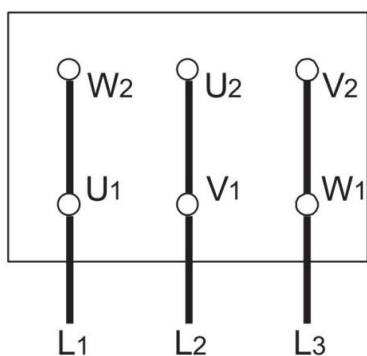
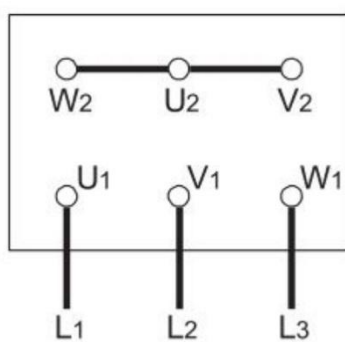
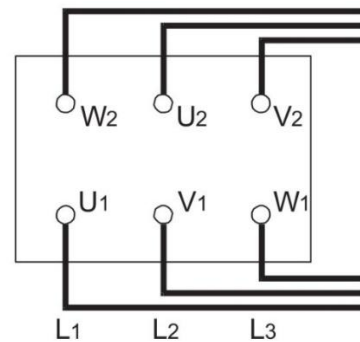

Рис. 7 Подключение - треугольник
Рис. 8 Подключение - звезда
Рис. 9 Подключение - звезда/треугольник
- Подключение к сети зависит от номинальной мощности двигателя, источника питания и типа подключения. Необходимое соединение перемычек в клеммной коробке показано на схемах ниже (см. рис. 7, рис. 8, рис. 9).